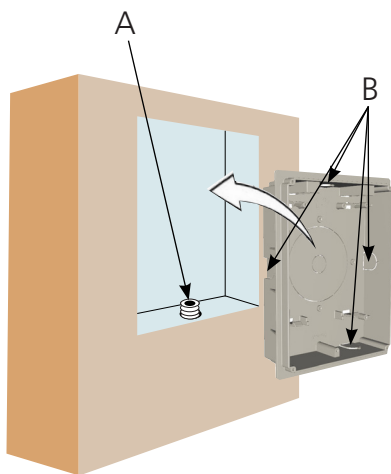

fig. 3
- Procedere con il fissaggio della cassaforma inserendo la guaina corrugata A attraverso le aperture predisposte B per il passaggio dei conduttori (fig.3).
- Fixer le cadre en insérant la gaine plissée A à travers les ouvertures prédéposées B pour le passage des conducteurs (fig.3).
- Secure the installation box by inserting the corrugated sheath A through slots B specially provided for routing the leads (fig.3).
- Den Wellenschlauch A bei der Befestigung der Verschalung durch die vorhandene Öffnung B für den Drahtdurchzug durchführen (Abb. 3).